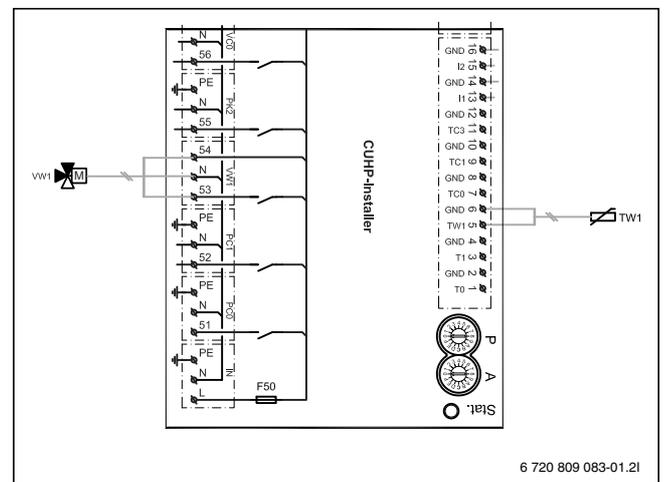

Bild 56
- ▶ 3-Wege-Ventil VW1 wird an die Klemme VW1 am Installermodul im Schaltschrank des Wärmepumpenmoduls angeschlossen (→ Abb. 56).